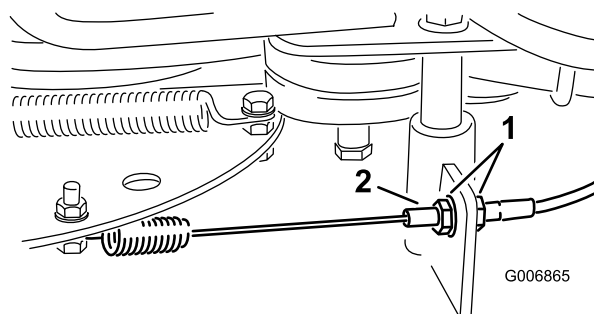

Figure 26
4. Desserrez les écrous du câble de frein jusqu'à ce que la gaine du câble puisse coulisser (Figure 26).